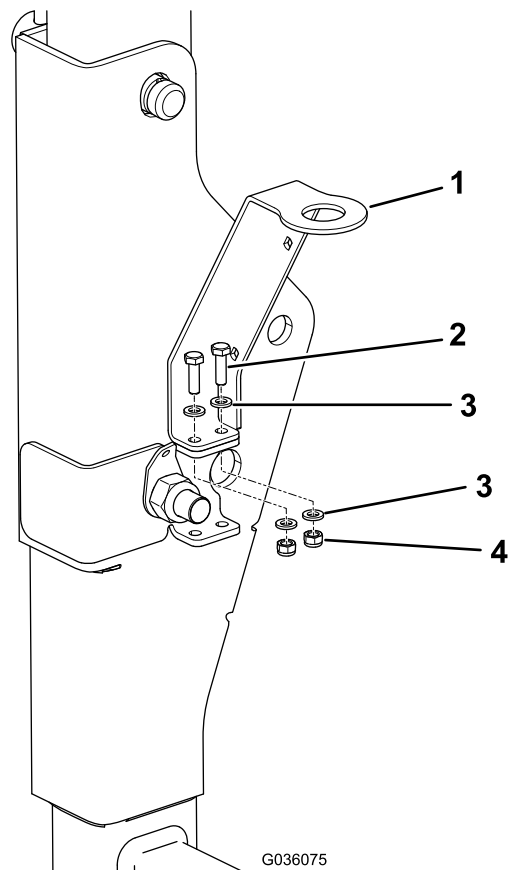

Bild 3
5. Fluchten Sie die kleinen Löcher in der Halterung der Rundumleuchte mit den oberen Löchern in der Halterung des Überrollschutzes aus (Bild 3) und befestigen Sie die Halterungen mit den zwei kleinen Schrauben, vier kleinen Scheiben und zwei kleinen Sicherungsmuttern.